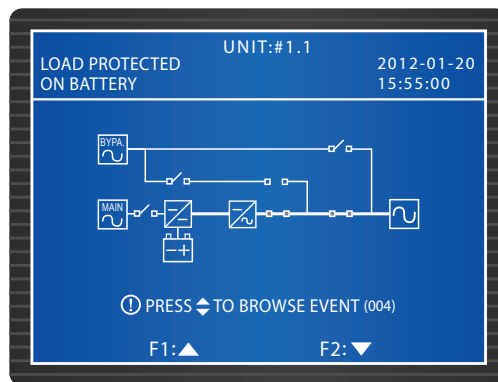

*Рис. 6-1. Кнопка BATT. STR.*
- 2 Нажмите кнопку **BATT STR.** на модуле управления (см. *Рис. 6-1*). Включится ЖК-дисплей.